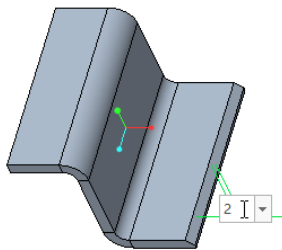
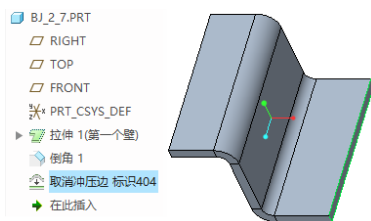

图 2-78 修改体积块尺寸
图 2-79 取消冲压边的结果
(4) 在状态栏中出现“选择要修改的尺寸”的提示信息。在图形窗口中单击显示的一个体积块尺寸，然后在出现的屏显框中输入体积块尺寸值为“2”，如图 2-78 所示。输入新的尺寸值后，按〈Enter〉键确认，然后在“体积块尺寸选取”菜单中选择“完成”命令。
(5) 在菜单管理器的“平整边”菜单中选择“完成”命令。
(6) 在“取消冲压边”对话框中单击“确定”按钮，取消冲压边的结果如图 2-79 所示。